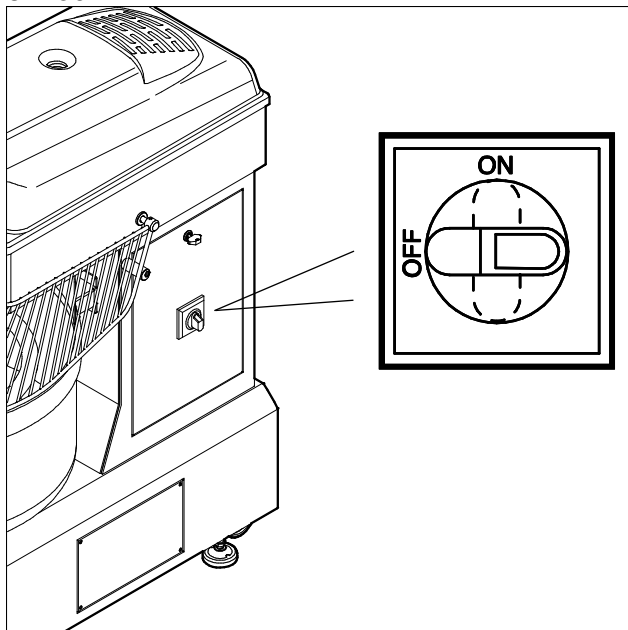

Рис. 8 – Главный выключатель машины с двумя положениями (Рис.8), ON - OFF. Дверка для доступа к электрическому щитку блокируется в положении ON.
- 2) Подключите машину к электрической сети, а затем поверните главный выключатель (рис. 8) в положение ON.
- поверните переключатель на машине (Рис. 8) в положение OFF;
- Работы по техническому обслуживанию и настройке должны проводиться только после того, как источник электроэнергии был отключен, а главный выключатель (рис. 8) переведен в положение OFF. Регулярные операции по обслуживанию могут осуществляться оператором, а более сложные